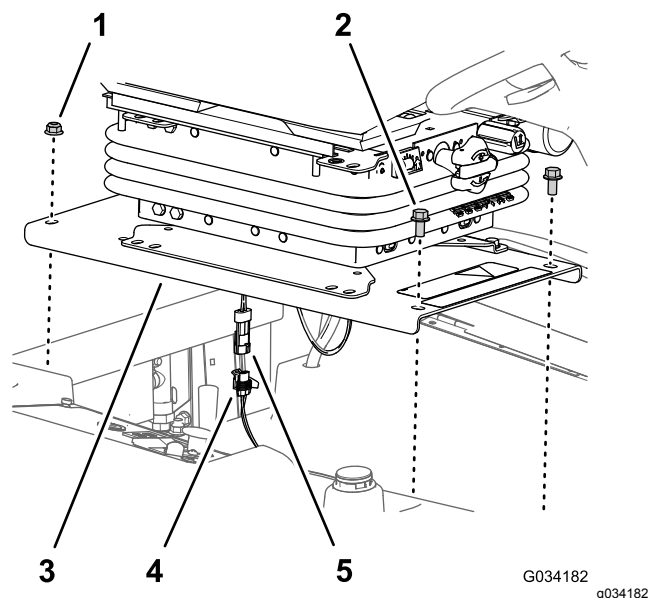

Figura 35
2. Retire as duas porcas de bloqueio flangeadas ($\frac{3}{8}$ pol.) que prendem a parte de trás da placa do banco ao chassis da máquina (Figura 35).
4. Desligue o conector de dois pinos da cablagem do interruptor de presença do operador do conector de duas tomadas da cablagem da máquina (Figura 35).
2. Ligue o conector de dois pinos da cablagem do interruptor de presença do operador no conector de duas tomadas da cablagem da máquina, consulte Figura 35.
3. Alinhe os orifícios traseiros na placa do banco (Figura 35) com os dois parafusos de carroçaria ($\frac{3}{8}$ pol. x 1 pol.) no canal do radiador.
4. Monte a placa do banco (Figura 35) nos parafusos de carroçaria com as duas porcas de bloqueio flangeadas ($\frac{3}{8}$ pol.) que removeu no
1. Retire os dois parafusos de cabeça flangeada ($\frac{3}{8}$ pol. x $\frac{3}{4}$ pol.) que prendem a frente da placa do banco ao chassis da máquina (Figura 35).
5. Alinhe os orifícios frontais na placa do banco (Figura 35) com as roscas das barras do depósito.
6. Monte a placa do banco (Figura 35) nas barras de depósito com os dois parafusos de cabeça flangeada ($\frac{3}{8}$ pol. x $\frac{3}{4}$ pol.) que removeu no passo 1 de Retirar o banco e a placa do banco \(página 41\).